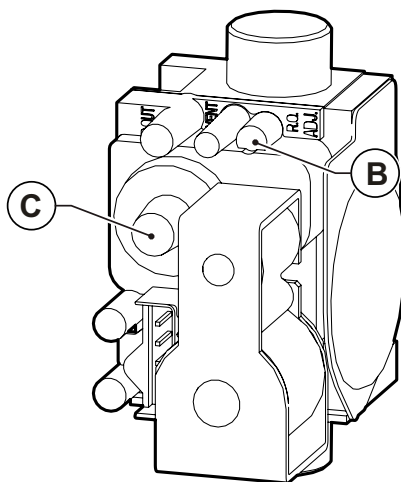

Fig. 36 Regulación valor anhídrido carbónico
- Regular el valor del anhídrido carbónico (CO2) en los humos girando el regulador de relación **B** (ver Fig. 36 Regulación valor anhídrido carbónico) y asegurarse de que no supere los límites de la Tab. 1 Datos de calibrado KR 45 y de la Tab. 2 Datos de calibrado KR 60.
- Regular el valor del anhídrido carbónico (CO2) en los humos girando el regulador de offset **C** (ver Fig. 36 Regulación valor anhídrido carbónico) y asegurarse de que no supere los límites de la Tab. 1 Datos de calibrado KR 45 y de la Tab. 2 Datos de calibrado KR 60.